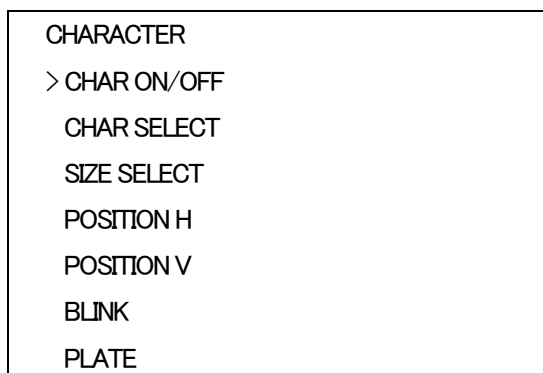

図4-3 オンスクリーンメニュー(CHARACTER例)
- 1) メインメニューで「CHARACTER」を選択し、**ENTER** ボタンを押すと図4-3のような設定メニューが表示されます。